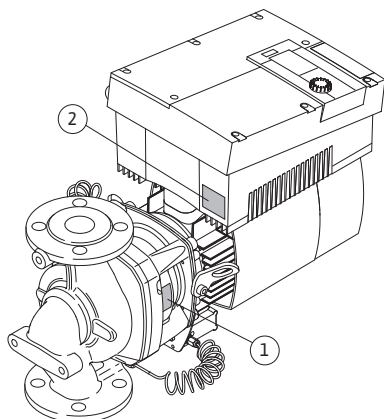

Fig. 11: Tyypikilpien sijainti:
- Pumpun tyypikilvessä (Fig. 11, pos. 1) on sarjanumero (Ser.-No.../...), jota tarvitaan esim. varaosatilauksessa.
- Elektroniikkamoduulin tyypikilvessä (elektroniikkamoduuli = invertteri tai taajuusmuuttaja) (Fig. 11, pos. 2) on käytettävän elektroniikkamoduulin nimitys.